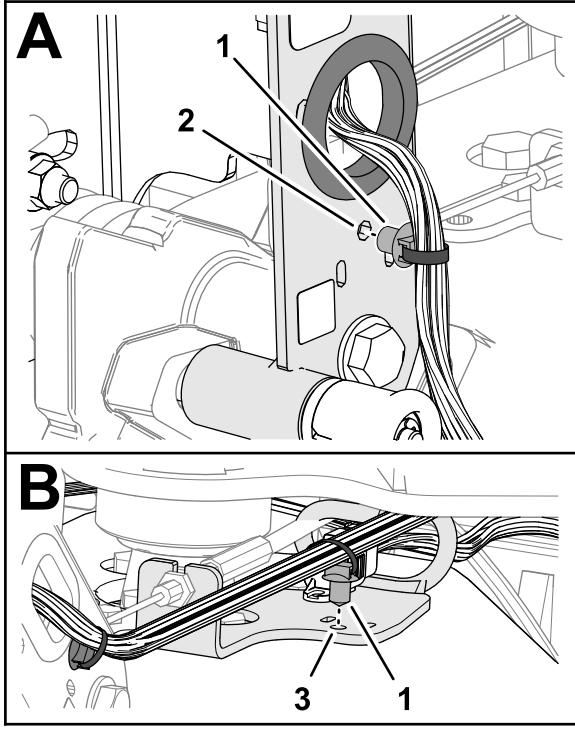

Figura 10
- Inserite l'ancoraggio a spinta del cablaggio preassemblato della macchina nel foro del canale della maniglia (Figura 10).